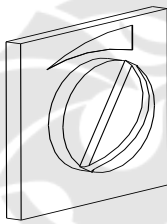

Fig. 6 : modérateur de tirage
- Si disponible, ouvrez complètement le modérateur de tirage (voir fig. 6).
- Dès que les bûches commencent à être bien en feu au bout de quelques minutes (voir fig. 8), refermer le clapet de régulation de l'air de moitié environ (ramener la manette au centre – voir p. 1 / fig. 2) ou, si disponible, refermer le modérateur de tirage de 50 % (tourner le papillon vers la gauche – voir fig. 6).
- Ouvrir lentement la porte afin de ne pas créer de tourbillons d'air susceptibles de faire s'échapper les gaz de combustion. Si disponible, ouvrez complètement le modérateur de tirage (voir p. 3 / fig. 6).